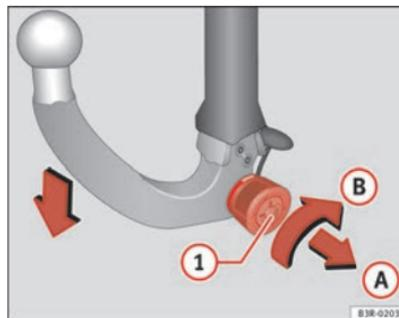

Fig. 170 Dispositivo desmontable para remolque: Desmontar la rótula
- Introduzca la llave en la cerradura **1** ⇒ fig. 170 de la rueda moleteada.